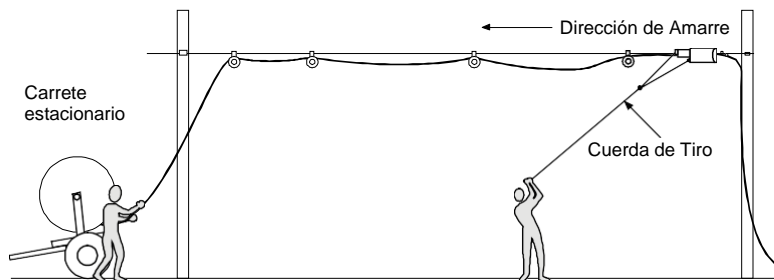

Figura 10 - Amarre de cable con retroceso
- Segundo: se amarra el cable al mensajero comenzando en el extremo del cable y terminando en la ubicación del carrete estacionario (ver Figura 10).